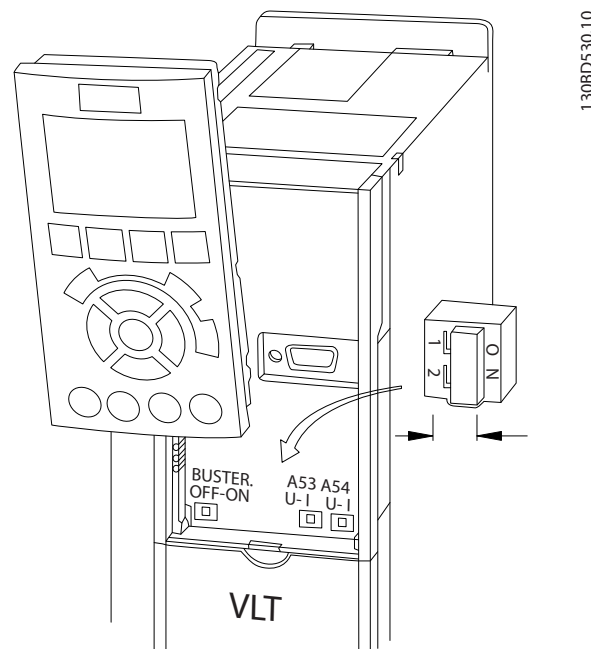

Abbildung 4.11 Lage der Schalter für die Klemmen 53 und 54
1. Entfernen Sie die LCP (siehe *Abbildung 4.11*).